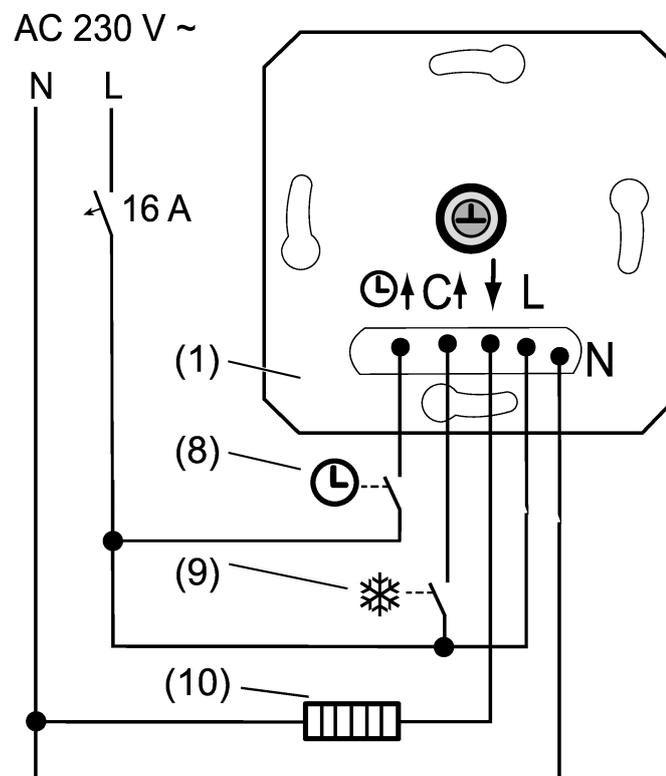

Bild 2: Anschlussbeispiel des Einsatzes
- Elektrisches Heizgerät (10) oder Kühlgerät an Einsatz (1) gemäß Anschlussplan (siehe Bild 2) anschließen. Leiterquerschnitte beachten (Technische Daten)
- Optional den Eingang ☉ über einen Schaltkontakt (8) einer Zentraluhr beschalten (Absenk-Betrieb) oder den Schaltkontakt eines Präsenzmelders oder Schalters anschließen (Präsenz-Betrieb).